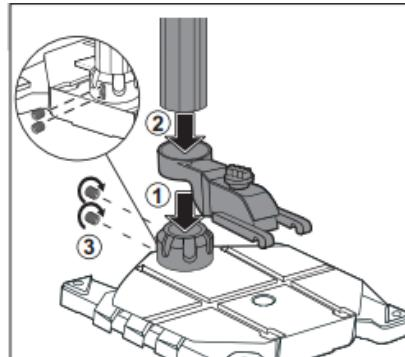

Рис.1
- установите стойку с кронштейном в основание **1** как показано на рис. 1